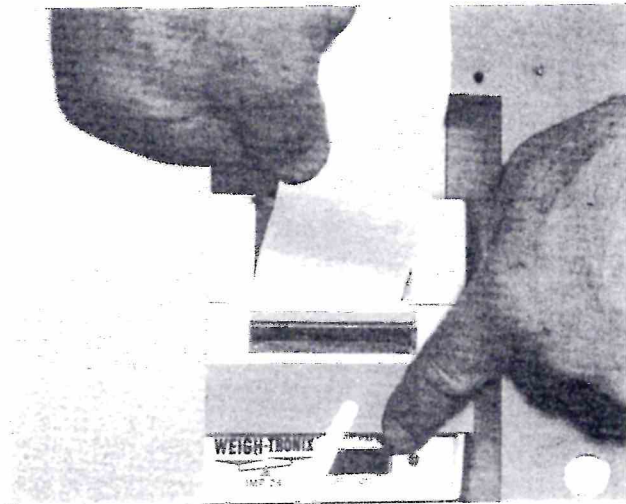

Bild 2
3. Kante der neuen Papierrolle gerade abschneiden. Papieranfang unten einführen (Bild 2). Durch betätigen des Schalters "PAPER FEED" erfolgt automatischer Papiertransport.